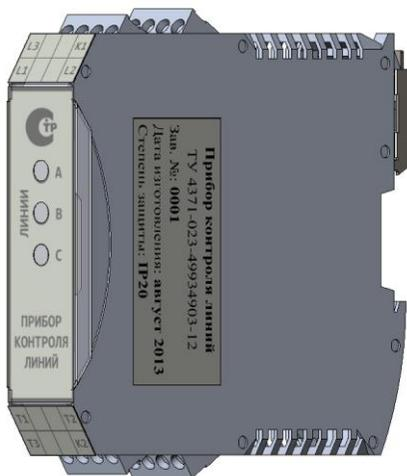

Рис. 1. Внешний вид ПКЛ
- 5.1. Прибор контроля линий представляет собой электронный блок в пластмассовом корпусе. Внешний вид ПКЛ приведен на рис. 1.